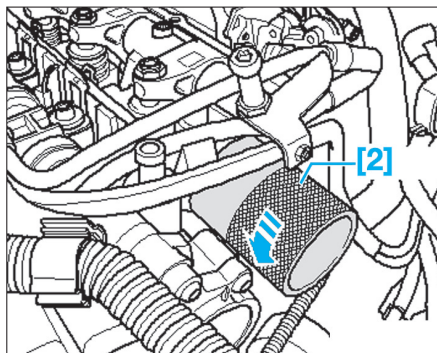

Fig. 70
- [2]. Outil de dépose de connecteur (ref. T10310) (Fig.70).
- Placer l'outil [2] puis effectuer un demi tour de 90° dans le sens antihoraire (Fig.70).